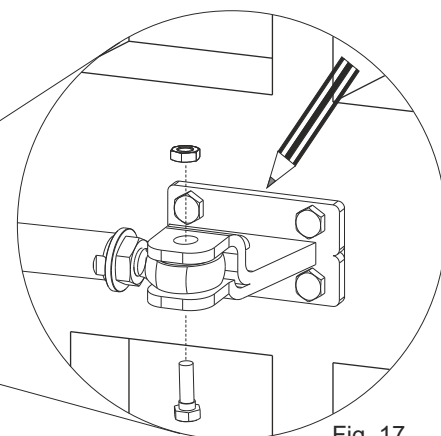

Fig. 17
- 3) Fixer l'étrier sur la fixation antérieure (Fig.17).